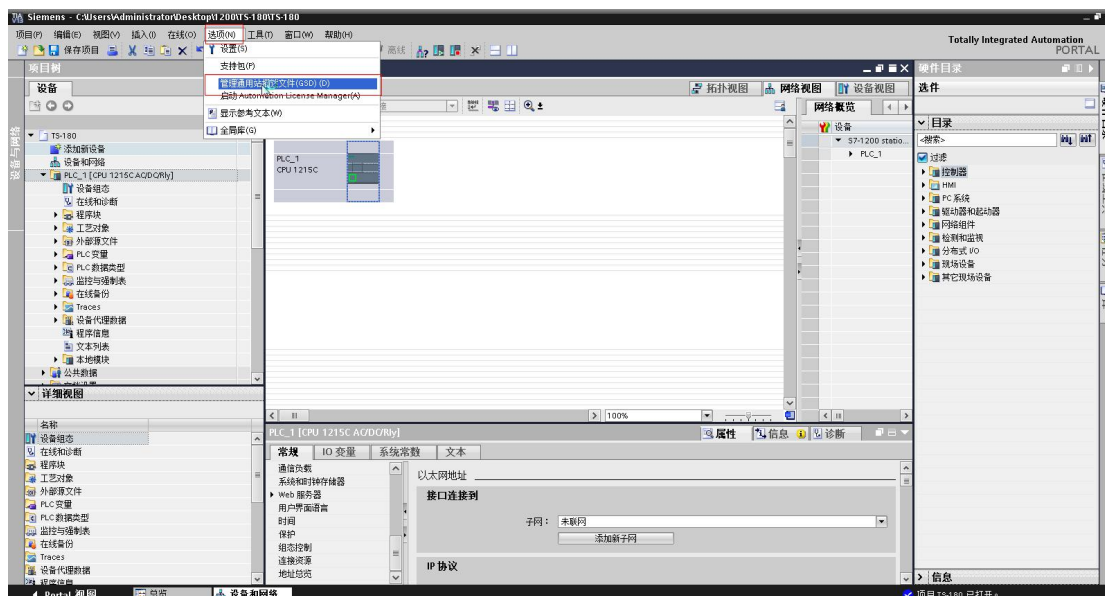
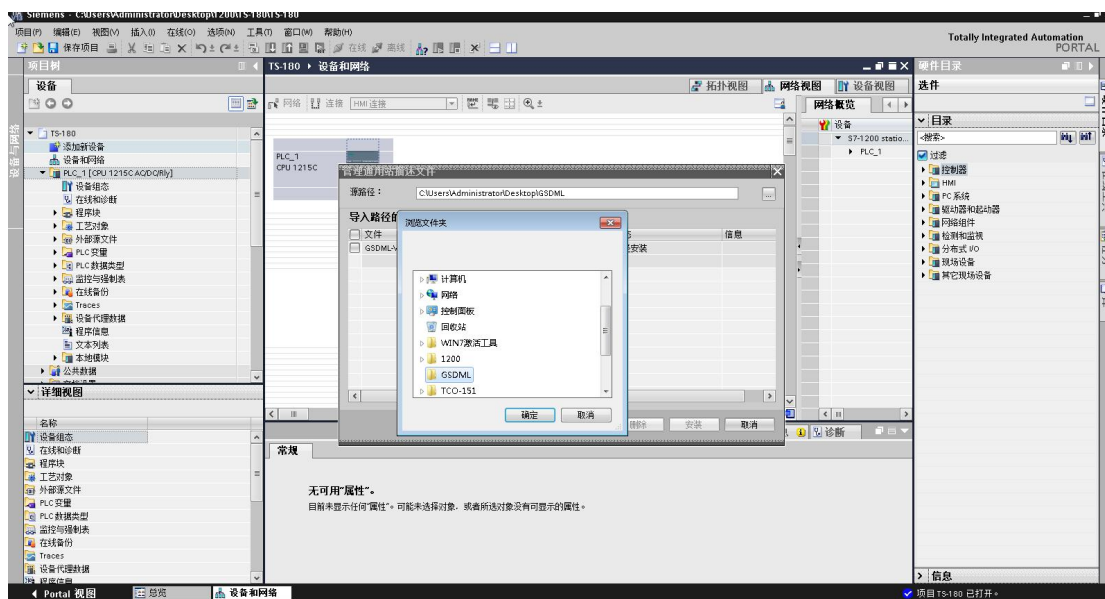
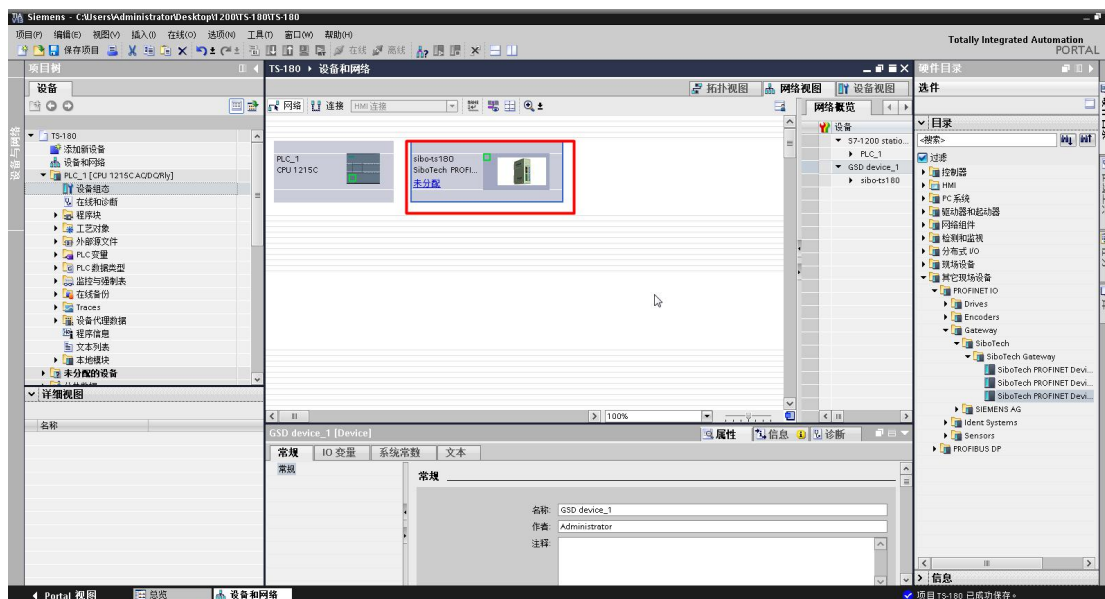

图5 点击“选项”
图 7 GSD 文件路径
图 11 “网络视图中”添加 TS-180
2.1. 点击选项》管理通用站文件 (GSD) (D)，如图 5 所示；在弹出窗口中点击  浏览文件夹找到 TS-180 的 GSD 文件，点击“确定”便可将 GSD 文件添加到窗口中（注意 GSD 文件中不能包含中文，否则安装失败）如图 5、6 所示；点击要安装的 GSD 文件的小方框，勾选完成，点击右下方“安装”，会弹出“确认安装 GSD 文件后需重启 TIA PORTAL”的窗口，然后点击“确定”，GSD 文件开始安装，如图 7、8 所示；完成后显示消息“安装已完成”，点击“关闭”后在右边目录找到已安装的 GSD 文件，如图 9、10 所示；双击 TS-180 的 GSD 文件将其添加到组态界面，如图 11 所示。